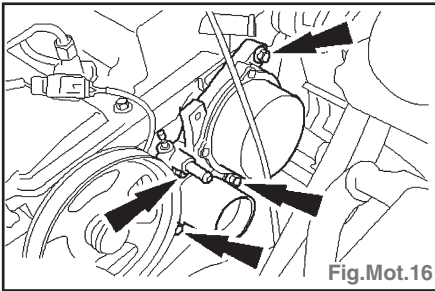

Fig.Mot.16
- Déposer les vis de fixation de pompe à vide de frein (Fig.Mot.16).
- Poser les vis de fixation de pompe à vide de frein (Fig.Mot.16).